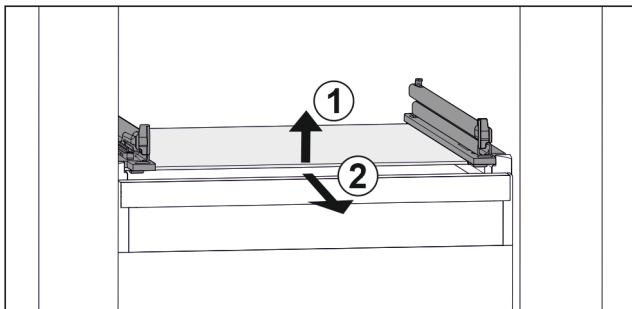

Fig. 110 Reprezentare exemplificativă a plăcii de sticlă
- Ridicați placa de sticlă din față. Fig. 110 (1)
- Extrageți placa de sticlă spre înainte. Fig. 110 (2)